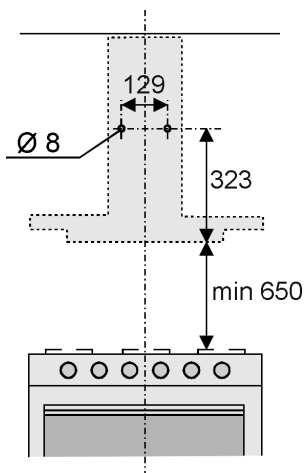

fig.8
1. Tracez une ligne sur le mur, à la verticale de votre plan de cuisson. Tracez sur le mur les 2 premiers trous que vous devrez percer, en respectant les mesures indiquées à la Fig. 8; percez 2 trous et y placez les chevilles. Ne pas oublier que la distance entre le bord inférieur de la hotte et le plan de cuisson doit être au minimum de 650 mm.